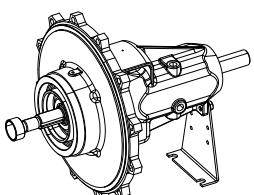

Fig. 35: Einschubeinheit
- Siehe Fig. 35: Distanzring auf Welle schieben.